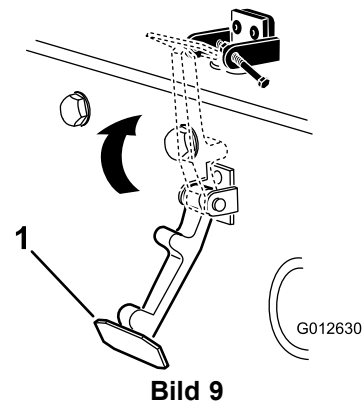

Bild 9
6. Haken Sie den Riegel in die Halterung des Motorhaubenriegels (Bild 9).